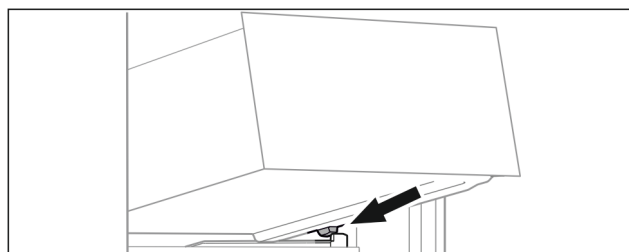

Fig. 25
- ▶ Założyć szufladę pod skosem za stoperami na żebrze pojemnika. (patrz Fig. 25)